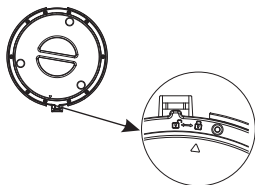

Рис. 5
- Установите на место крышку (1) и поверните её в положение «▣» (рис. 5).